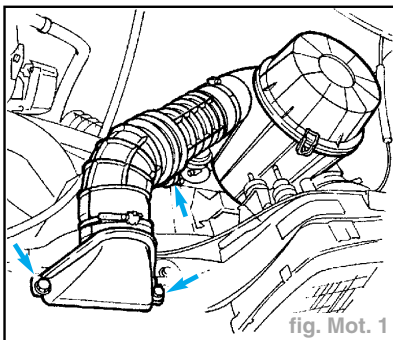

fig. Mot. 1
- dévisser les vis de fixation et desserrer les colliers des manchons du filtre à air (fig. Mot. 1),